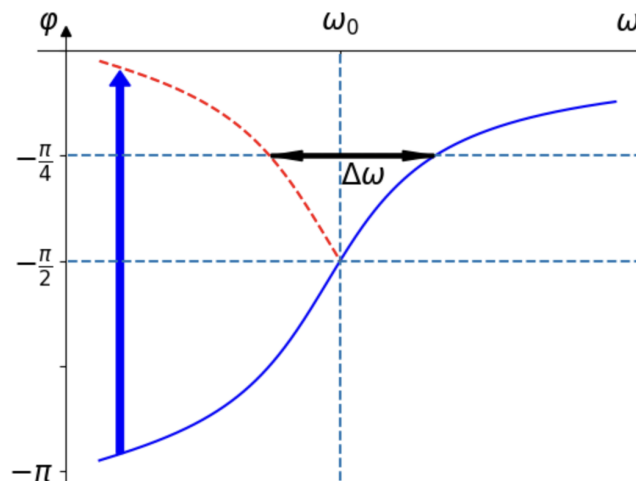

Рис. 5: Схема расчета добротности контура из ФЧХ
9. Для того чтобы определить добротность контура по ФЧХ, нужно провести следующие действия (смотри рис. 5). Постройте зависимость разности фаз от циклической частоты сигнала. Отметьте горизонтальной линией уровень, соответствующий разности фаз  $-\pi/2$ . Зеркально отразите нижнюю часть зависимости относительно проведенной горизонтальной линии (на рисунке отмечено красной пунктирной линией). Измерьте  $\Delta\omega$  на уровне  $-\pi/4$ , как изображено на рисунке 5. Добротность контура вычисляется по формуле